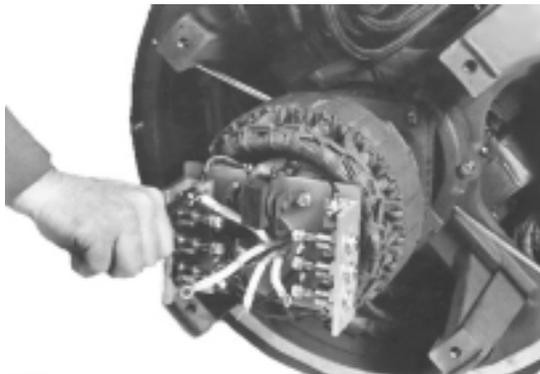

Figure 6-74
2. Respecter les repères des poles et brancher es fils du rotor principal sur l'ensemble de régulation. (Figure 6-74). Serrer les les écrous à 5.4